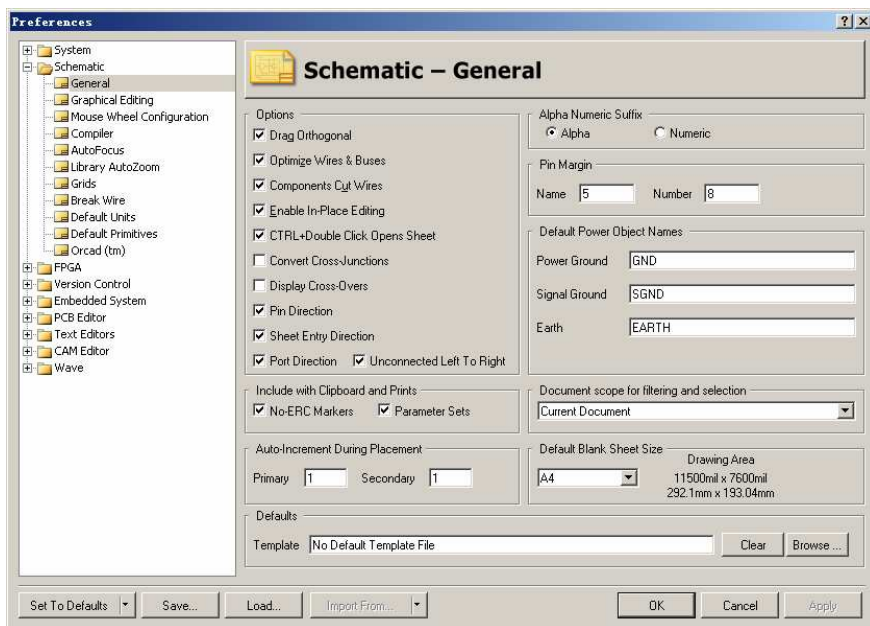

图 2.29 “Preferences”对话框
(1) 启动 Altium Designer，打开上一节中创建的工作空间，系统自动打开工作空间中的项目，进入原理图编辑界面，打开名称为“ExampleSheet.SchDoc”的空白原理图。
(2) 选择“Tools”->“Schematic Preferences”命令，打开如图 2.29 所示的“Preferences”对话框。